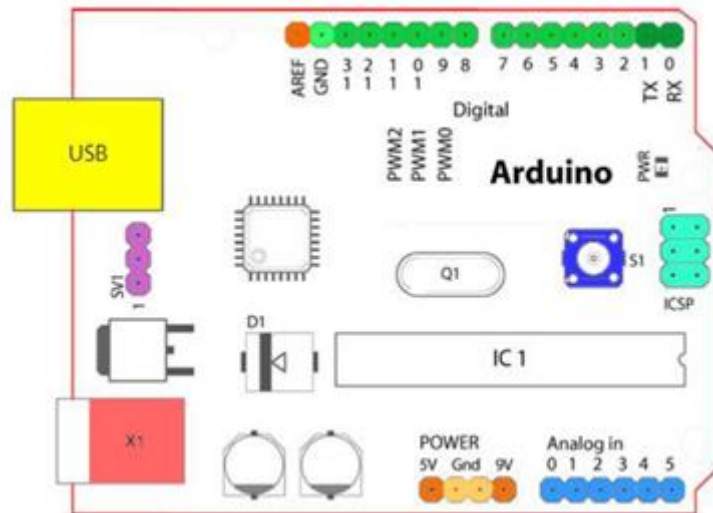

Figura 1: Esquema de pines Arduino Uno. Fuente: <http://ramon-gzz.blogspot.com>
1. En la primera parte, presentaremos la placa Arduino UNO, haciendo hincapié en las partes más importantes de la misma. Expondremos la imagen de la placa Arduino UNO (figura 1) en la pizarra digital e iremos describiendo parte a parte la misma. También explicaremos a los alumnos la diferencia entre las entradas/salidas digitales y las analógicas, así como las diferencias entre una entrada/salida digital normal y una PWM, para que se utilicen unas y otras, etc.